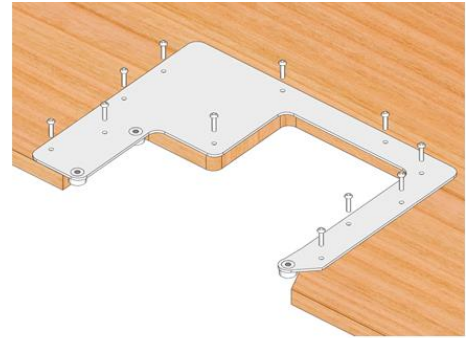

Fig 11
- Přišroubujte montážní desku do výřezu (Fig11)